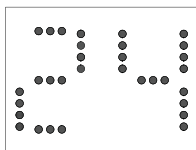
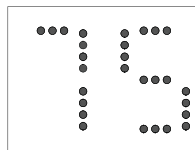

Fig. 1
Fig. 2
1. Prolongez l'un ou l'autre côté du tuyau (Fig. 1) et vissez l'entrée du tuyau (Fig. 2).
Avant de changer, en mode Cool (Refroidissement), l'écran s'affiche comme Fig. 1.
Avant de changer, en mode Cool (Refroidissement), l'écran s'affiche comme Fig. 2.
Avant le changement, en mode cool, l'affichage d'écran est comme en fig. 1.
Après le changement, en mode cool, l'affichage d'écran est comme en fig. 2.